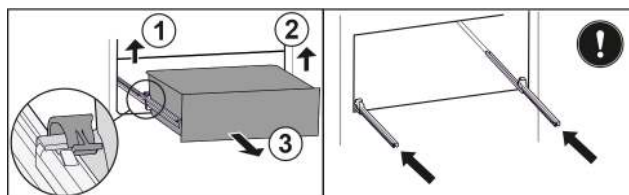

Fig. 98
- Приподнимите левый зажим и одновременно вытяните движением вперед выдвижной ящик слева. Fig. 98 (1)
- Приподнимите правый зажим и одновременно вытяните движением вперед выдвижной ящик справа. Fig. 98 (2)
- Извлеките выдвижной ящик движением вперед. Fig. 98 (3)